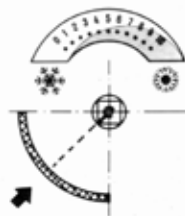
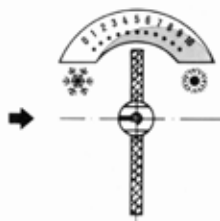
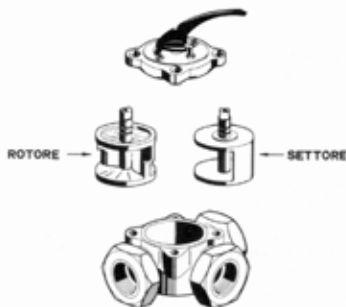

Fig. 8 - Se l'albero è a sezione quadrata, la valvola è del tipo a settore
Fig. 9 - Se l'albero è a sezione rettangolare, la valvola è del tipo a rotore
Fig. 10 - Esplosione valvola a 3 vie con interno a rotore o settore
- ved. curve in fig. 9
\* se l'albero è a sezione quadra, la valvola è del tipo a settore; la tacca di riferimento indica la mezza rìa del settore (fig. 8) (fig. 10);
\* se l'albero è a sezione rettangolare, la valvola è del tipo a rotore; la tacca di riferimento rivolta verso l'arrivo dell'acqua di caldaia indica « valvola a metà corsa » (fig. 9) (fig. 10). Installata la valvola e posizionato correttamente il suo albero, non resta che applicare sul coperchio la targhetta, con la scala graduata corrispondente al senso della regolazione. Su una faccia della targhetta è riportata la scala 0-10; sull'altra la scala opposta 10-0.